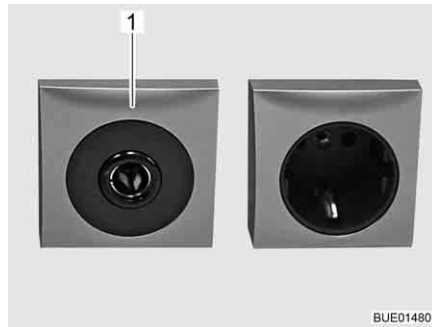

Bild 137 Uttag 12 V/10 A
- ▷ Till 12 V-nätets eluttag (Bild 137,1) får endast apparater med maximalt 10 A anslutas.